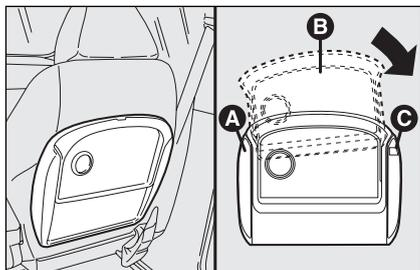

fig. 73
- inserire il piano d'appoggio **B**-fig. 73 in modo che il perno fisso del supporto **A** sia all'interno della guida sinistra del piano stesso;